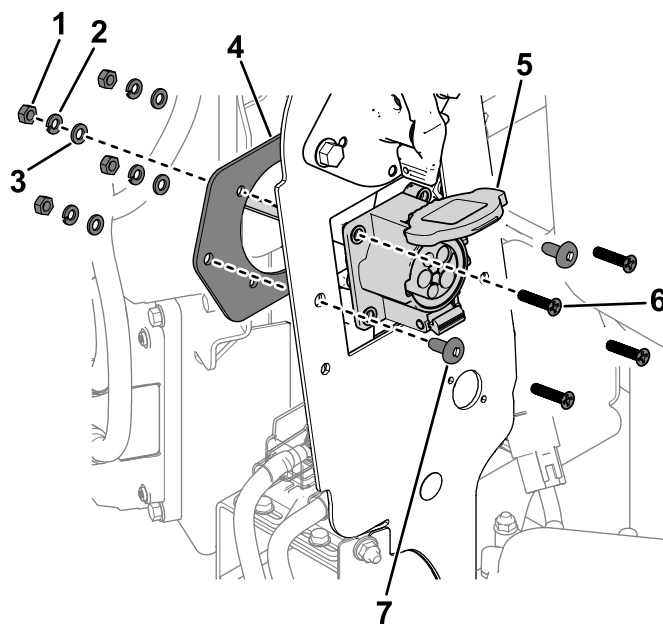

Figura 3
1. Utilice 2 tornillos (5/16") y los tornillos, las arandelas y las tuercas existentes en el conector del cargador para fijar el conector y la placa del conector al panel del bastidor (Figura 3).